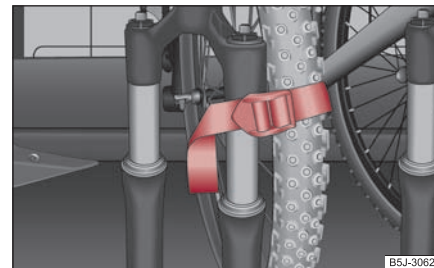

Fig. 95 Fixarea roții din față
- Împingeți roata din față demontată între pedala din stânga și cadrul bicicletei; fixați-o cu o curea de furca din față ⇒ pagina 77, fig. 95, resp. într-un punct de fixare.